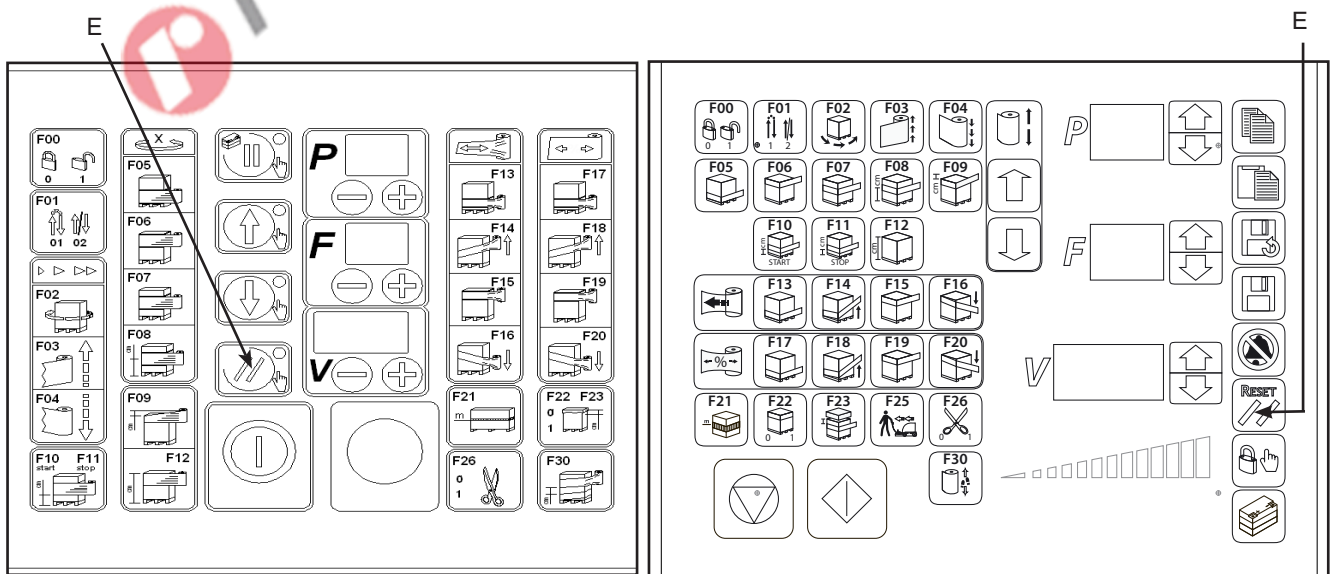

Fig. 5.2
- resettare l'allarme premendo il pulsante RESET (E) (Fig.5.2) del pannello di controllo.
- den Alarm durch Druck auf die Taste RESET (E) der Schalttafel zurücksetzen (Abb. 5.2),